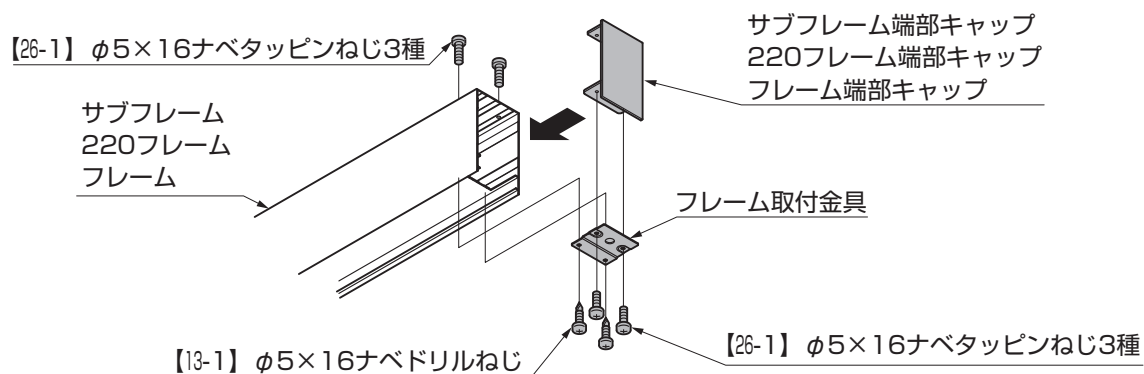

図18-1 端部キャップを取付ける場合
①図18-1を参照して端部キャップをフレームに固定してください。